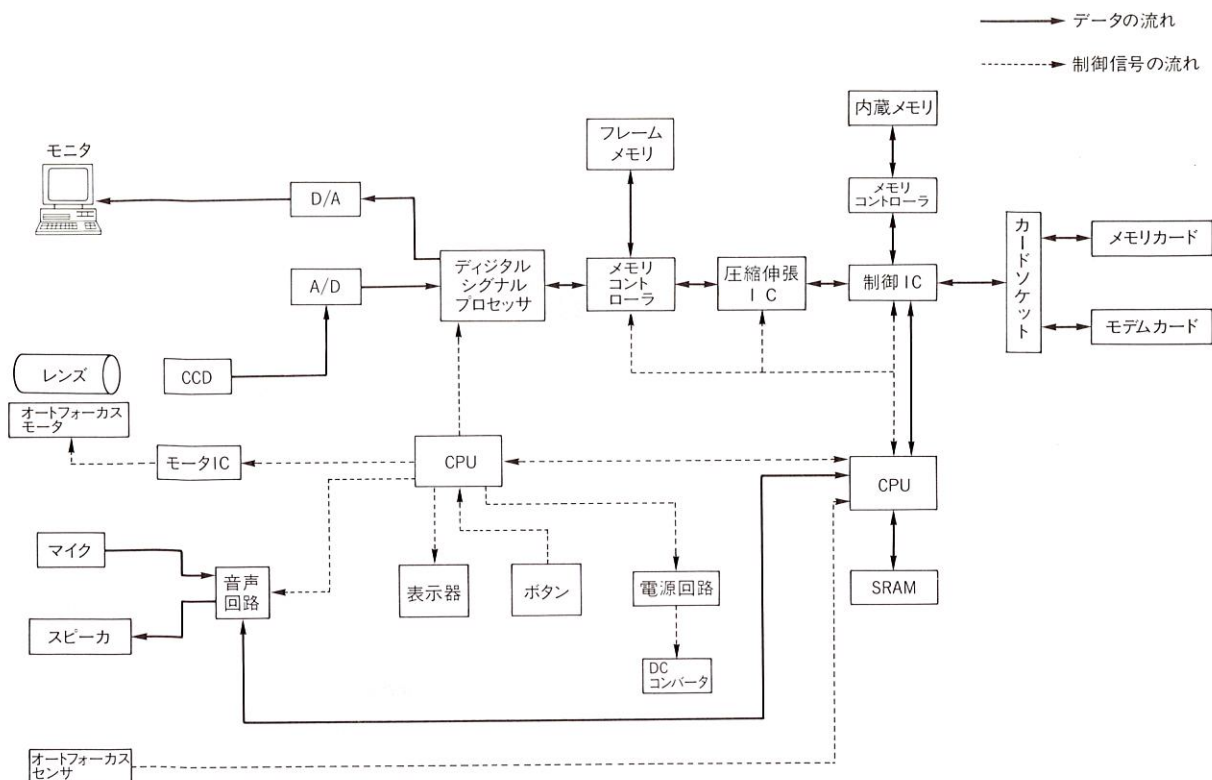

図3. カメラ本体のシステム構成 画像・音声のデータはデジタル処理をされて媒体に記録され、逆の経路で再生される。
カメラ本体のシステム構成を図 3 に示す。デジタルコミュニケーションカメラでは、画像と音声のデータを扱うが機能の上から、①記録、②再生、③伝送、に動作が分類される。